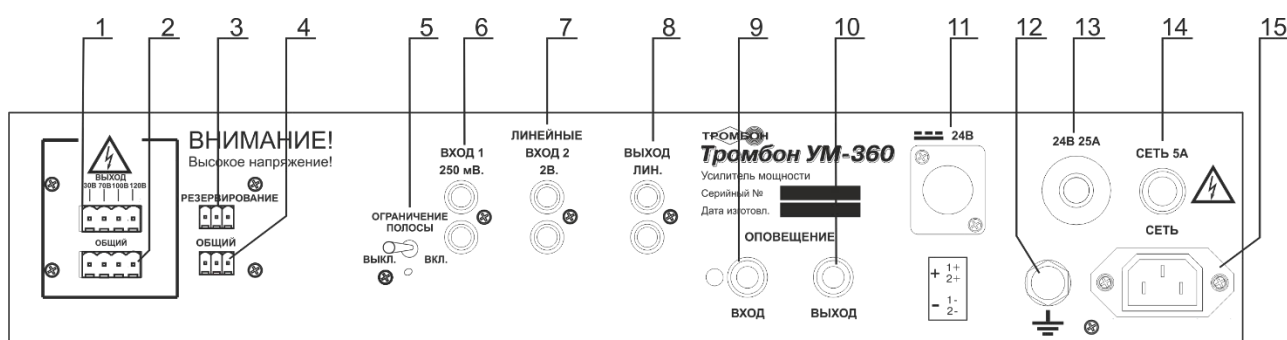

Рисунок 2 – Эскиз задней панели Усилителя
Для резервирования усилителей задействуются разъёмы «РЕЗЕРВИРОВАНИЕ» и «ОБЩИЙ» (рисунок 2, поз.3 и поз.4). При резервировании усилителей разъём «РЕЗЕРВИРОВАНИЕ» – входной, разъём «ОБЩИЙ» – выходной. Включаются усилители по этим разъёмам последовательно друг за другом. Выходные разъёмы основного и резервного усилителей «30 70 100 120V» и «ОБЩИЙ» (рисунок 2, поз. 1 и поз.2) включаются параллельно. По входам «ОПОВЕЩЕНИЕ» (рисунок 2, поз.9 и поз.10) усилители подключаются последовательно друг за другом. Схема подключения усилителей при резервировании представлена в Приложении на рисунке 5.
8. Выключатель ограничения полосы усилителя (рисунок 2, поз. 5) должен быть включён при работе усилителя на рупорные громкоговорители. Это вызвано тем, что наиболее эффективно рупорные громкоговорители имеют наибольшую отдачу в полосе